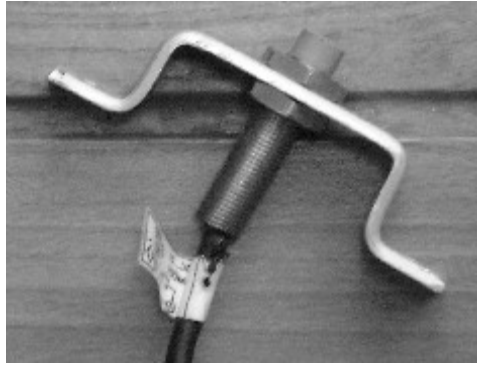

Рисунок 4. Датчик замка двери и оборотов вентилятора
4.3. Датчиком запора двери и оборотов вентилятора служит электронный концевой выключатель (Рис.4.).